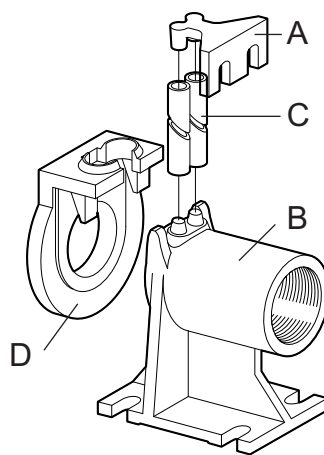

Fig. 7 Pé de acoplamento
- Fixar o estribo de ancoragem dos tubos (fig. 7 - pos. A) de guia no bordo do tanque.
- Posicionar no fundo do poço o pé de suporte para o acoplamento automático (fig. 7 - pos. B) e controlar, através de um fio de prumo, que as saliências cónicas para o engate dos tubos guia estejam perfeitamente perpendiculares às correspondentes saliências do estribo de ancoragem do bordo do tanque. Verificar também que o pé esteja plano por meio de um nível de bolha de ar.
- Marcar a posição das aberturas presentes no pé de suporte, então levantar o comprimento exacto dos tubos de guia (fig. 7 - pos. C).
- Montar o flange especial (fig. 7 - pos. D) em corredeira e guia na boca de compressão da bomba e enganchar a corda ou corrente na pega ou abertura na parte superior do corpo.